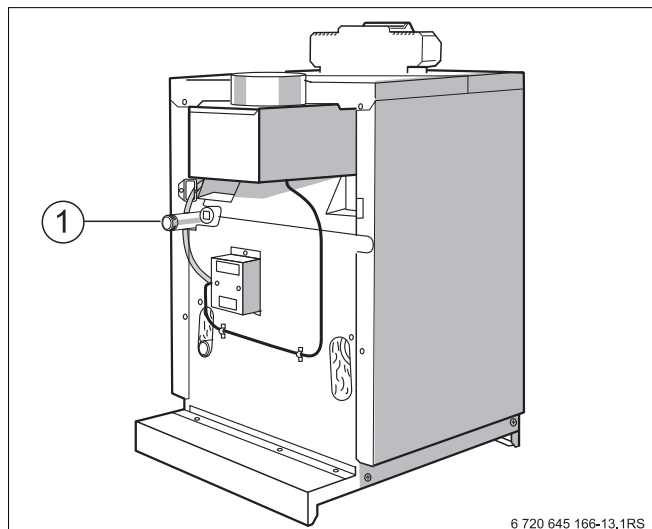

Рис. 25 Подключение газа
- Подключение газа производится в соответствии с местными инструкциями. Газопровод нужно подключить без напряжения к штуцеру (Рис. 25, поз. 1).